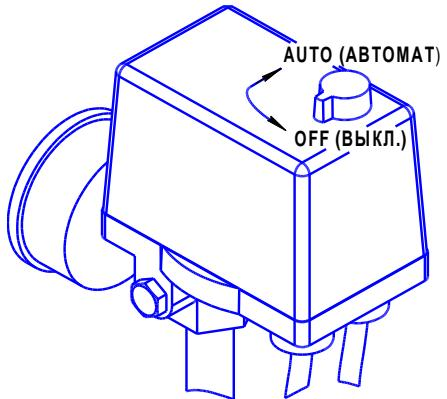

Рисунок 4
- 1 Проверьте, чтобы выключатель на прессостате находился в выключенном положении "OFF" (см. рисунок 4).
Для пуска компрессоров СБ4/С-50.LB30, СБ4/С-100.LB30, СБ4/С-100.LB30B, СБ4/С-200.LB30 после срабатывания защиты выполните следующие действия: после того, как двигатель остынет до допустимой температуры переключите выключатель на прессостате в положение "OFF" (см. рисунок 4), а затем включите компрессор переключив выключатель в положение "AUTO".